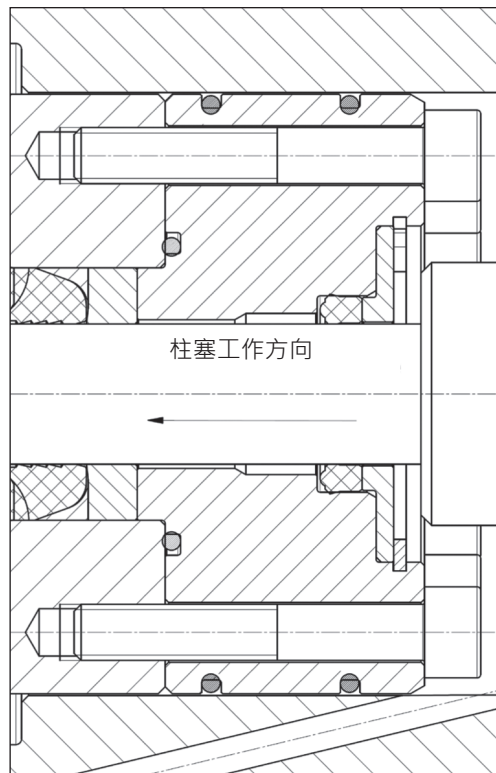
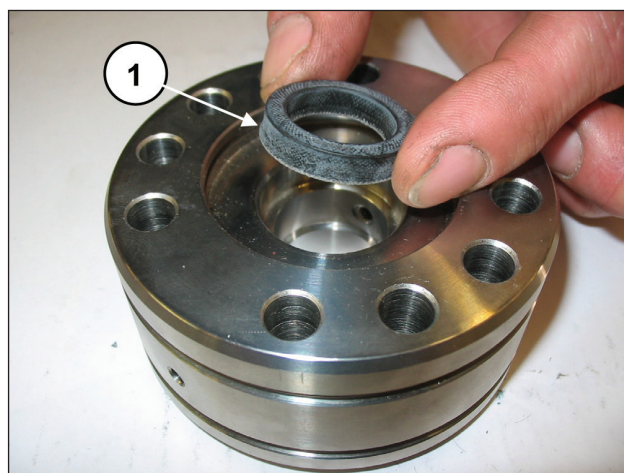

图 139
图 140
L.P.（低压）密封圈插入底座时，密封唇必须朝向柱塞的工作方向，如图 139和图 140所示，并用 OKS 1110型硅脂轻微润滑外径。